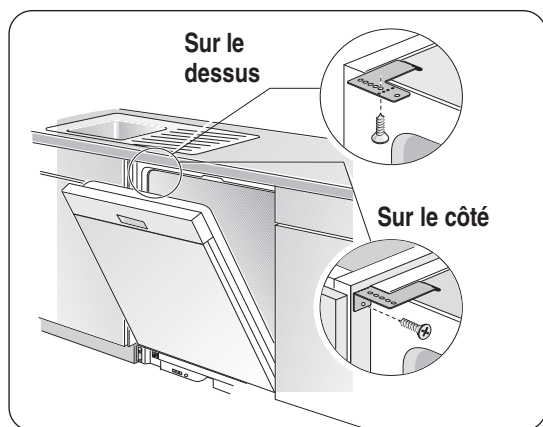

Figure 20
- 1 Insérer les vis de fixation dans les trous des fixations, comme à la **figure 20** pour l'installation sur le dessus ou sur le côté.